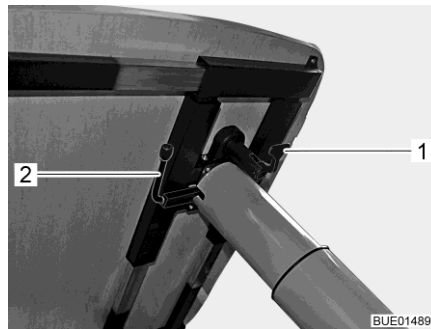

Fig. 132 Ajuste de la mesa elevadora
- Plegar hacia abajo la palanca de bloqueo (Fig. 132,1).
- Girar la palanca (Fig. 132,2) debajo del tablero de la mesa 180° en sentido de las agujas del reloj. El mecanismo de elevación en la pata de mesa se desbloquea.
- Girar la palanca (Fig. 132,2) debajo del tablero de la mesa 180° en sentido de las agujas del reloj. El tablero de la mesa se desplaza automáticamente hacia arriba hasta el tope final.